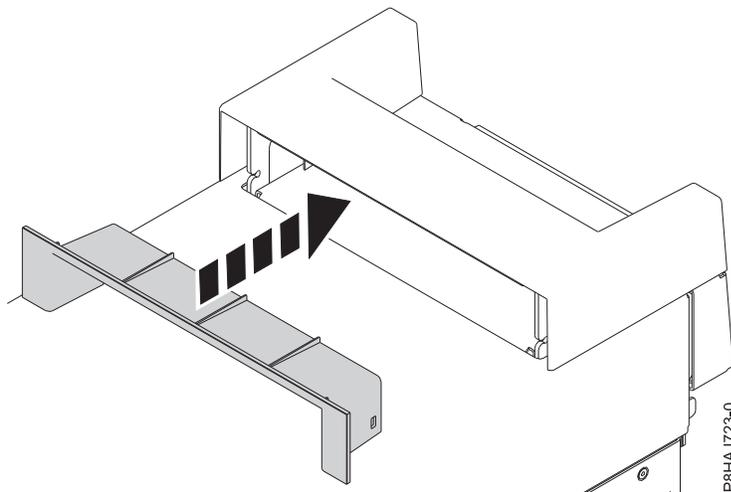

Abbildung 180. Element innerhalb der Griffabdeckung bei einem eigenständigen System vom Typ 8286-41A einsetzen
2. Setzen Sie das Element innerhalb der Griffabdeckung ein, indem Sie es fest in die Griffabdeckung drücken (siehe Abb. 180).